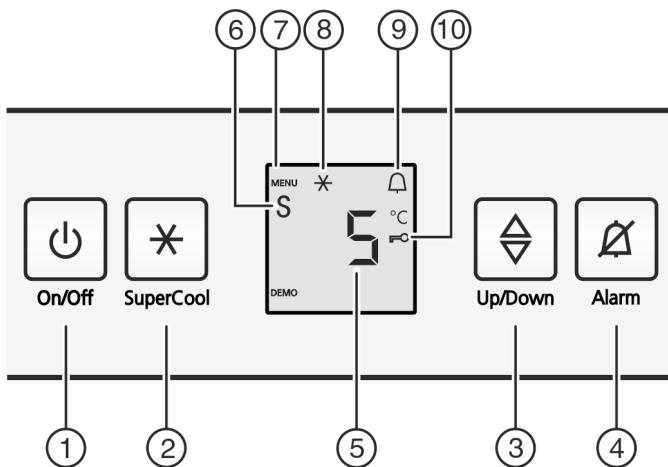

Fig. 2
- Aan/uit-toets Fig. 2 (1) indrukken.
- Instelmodus activeren: Druk de toets SuperCool Fig. 2 (2) ca. 5 s in.
- ▷ Het symbool Menu Fig. 2 (7) is verlicht.
- Met de insteltoets Fig. 2 (3) **c** kiezen.
- Druk kort op de toets SuperCool Fig. 2 (2) om te bevestigen.
- om de kinderbeveiliging in te schakelen, drukt u kort op de toets SuperCool Fig. 2 (2).
- ▷ Het symbool kinderbeveiliging Fig. 2 (10) brandt. Op de display knippert **c**.
- om de kinderbeveiliging uit te schakelen, drukt u kort op de toets SuperCool Fig. 2 (2).
- ▷ Het symbool kinderbeveiliging Fig. 2 (10) dooft. Op de display knippert **c**.
- Instelmodus deactiveren: toets On/Off Fig. 2 (1) indrukken.
- ▶ Toets Alarm Fig. 2 (4) indrukken.
- ▶ Instelmodus activeren: Druk de toets SuperCool Fig. 2 (2) ca. 5 s in.
▷ Het symbool Menu Fig. 2 (7) brandt.
- ▶ Om de sabbathmodusfunctie op te roepen: Druk kort op de toets SuperCool Fig. 2 (2).
- ▶ **Voor het inschakelen** van de sabbathmodus de toets SuperCool Fig. 2 (2) kort indrukken.
- ▶ **Voor het uitschakelen** van de sabbathmodus de toets SuperCool Fig. 2 (2) kort indrukken.
- ▶ Instelmodus deactiveren: Druk op de toets On/Off Fig. 2 (1).
▷ In de temperatuurweergave wordt het symbool Sabbathmodus Fig. 2 (6) weergegeven zolang de sabbathmodus actief is.
- ▶ Temperatuurfunctie oproepen: Druk de insteltoets Fig. 2 (3) in.
- ▶ Temperatuur in 1 °C stappen wijzigen: Druk de insteltoets Fig. 2 (3) net zo vaak in, totdat de gewenste temperatuur op het temperatuurdisplay oplicht.